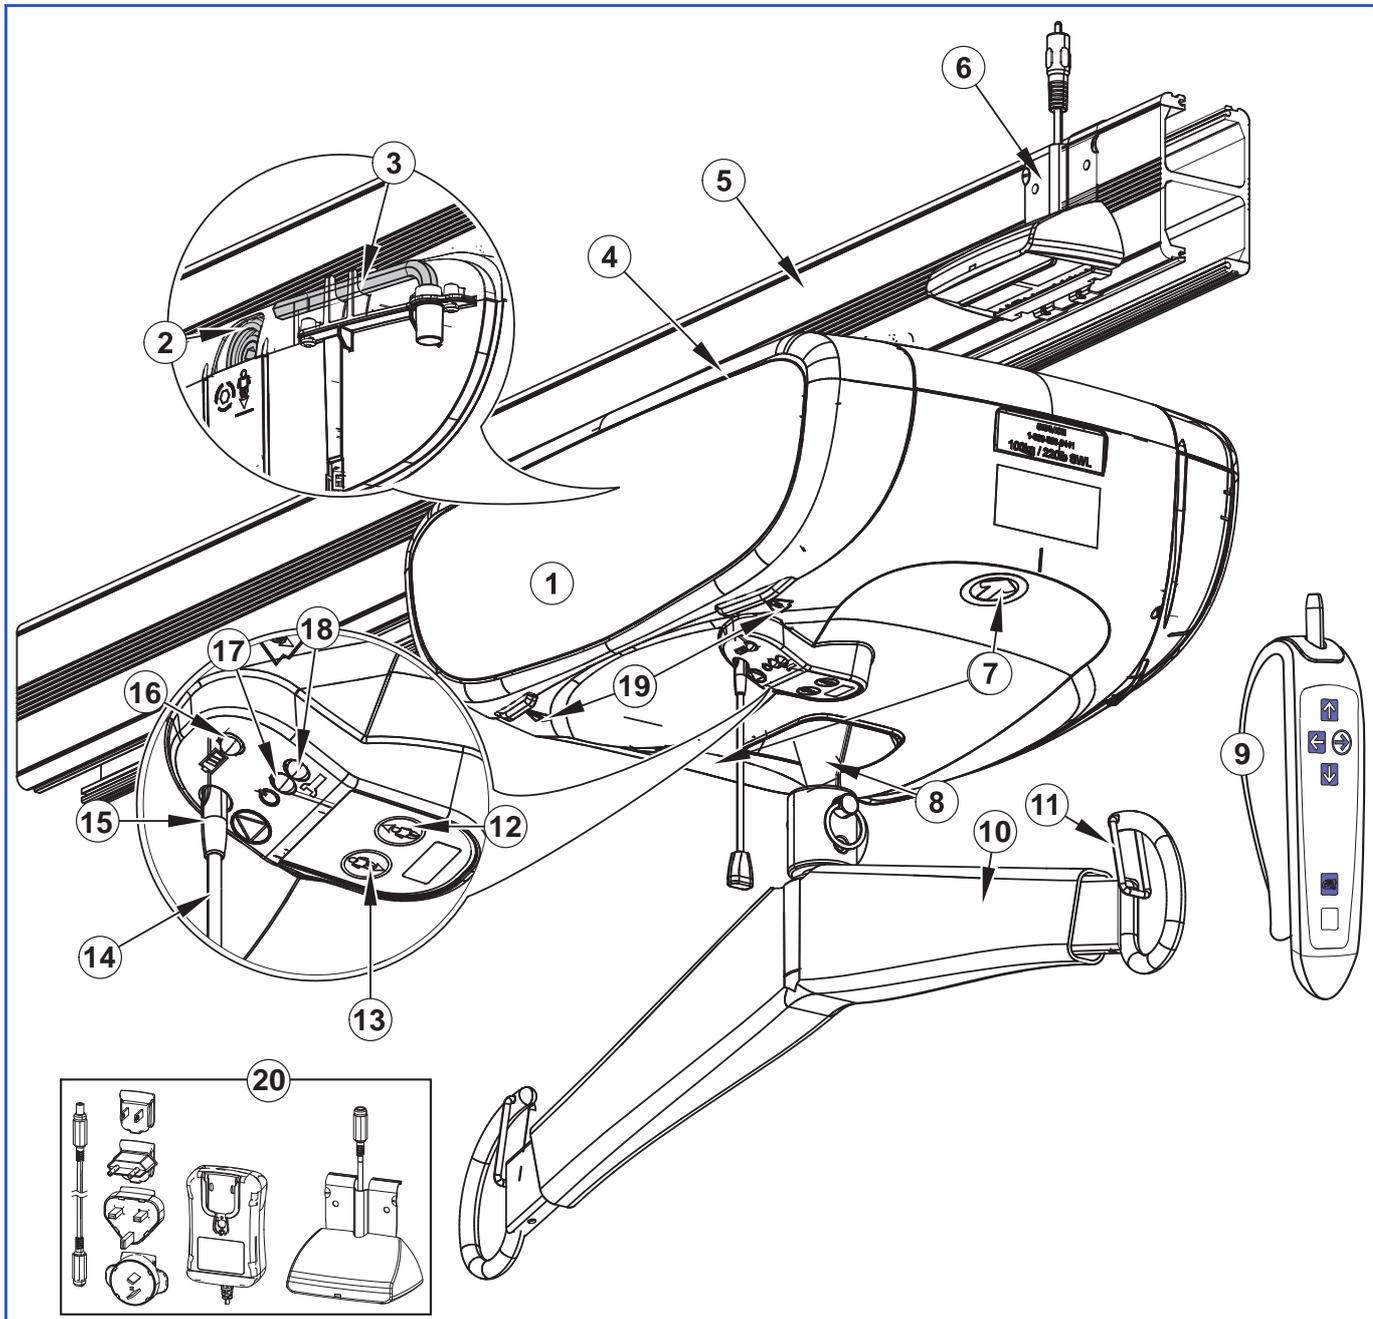

Fig. 3
Ce qui suit se réfère à Fig. 3 la page précédente :
Les unités *Voyager Duo* sont dotées d'un chargeur mural (700-15501) pouvant être personnalisé pour s'adapter aux prises de tension CA selon le pays où elles sont vendues (voir Fig. 3).
- 1) Pour arrêter le lève-personne en cas d'urgence, tirez doucement l'interrupteur à corde rouge une fois jusqu'à ce que l'on entende un déclic (voir Fig. 3 à la section « Description des pièces » de ce manuel). Vous pourrez alors remarquer que l'insert en plastique de l'interrupteur de remise en fonction situé tout en haut de la corde rouge est abaissé. Le voyant vert de mise sous tension est également éteint. Vous pourrez aussi remarquer que le patient commence à descendre lentement lorsque l'arrêt d'urgence est déclenché. Ceci est normal.